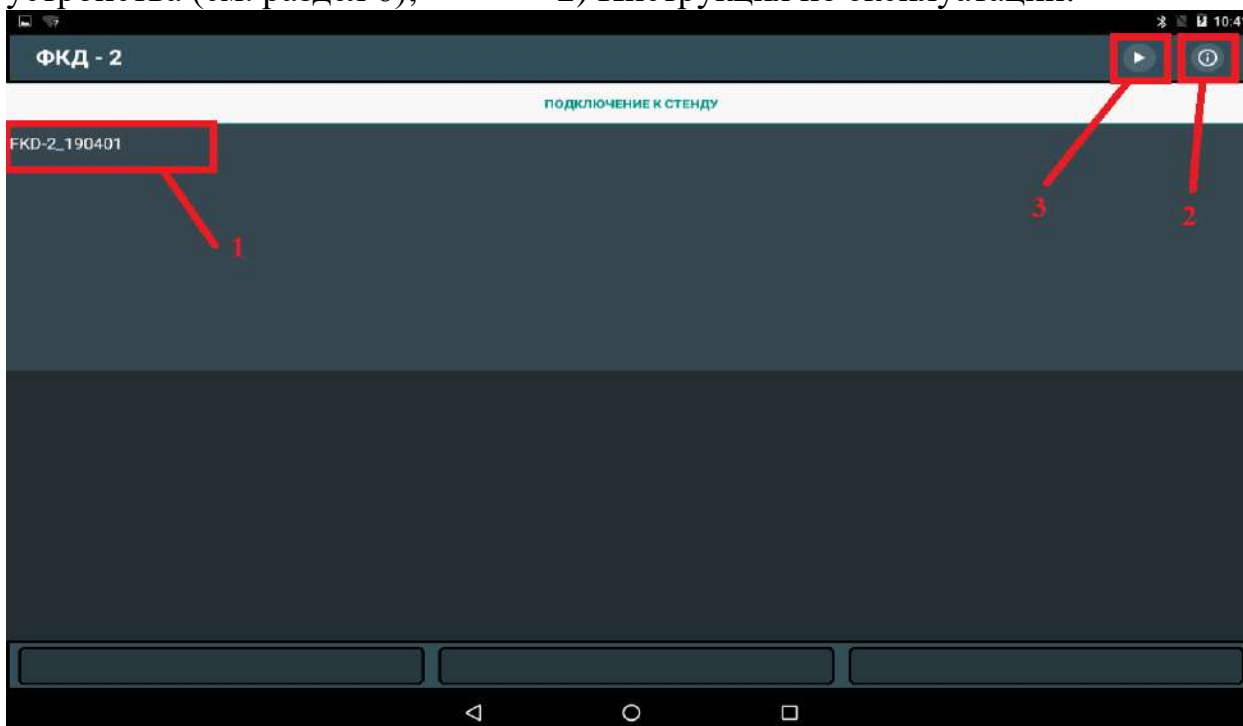

Рисунок 7.2.2 Подключение к ФКД-2
7.3.6 Произвести соединение планшета с ФКД-2 (Рисунок 7.2.2). На лицевой панели стенда при успешном соединении должен погаснуть красный индикатор и периодически включаться желтый, что свидетельствует о начале обмена данными. В случае пропадания связи между планшетом и стендом ФКД-2 загорается красный индикатор и перекрываются все каналы. Для возобновления работы необходимо нажать на кнопку «Сброс» стенда ФКД-2 и перезапустить приложение на планшете.